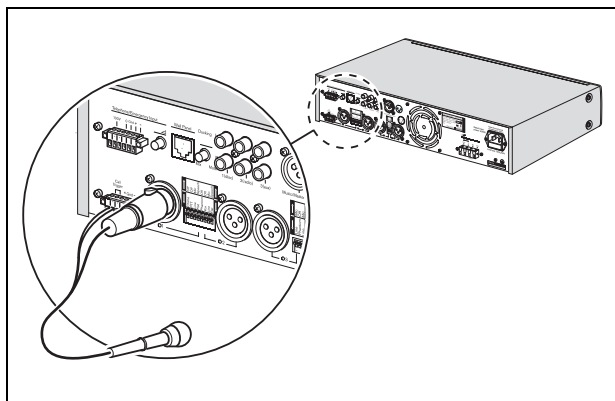

figura 4.2: Conector XLR com contacto
- Conector XLR com contacto. Consulte a figura 4.2.